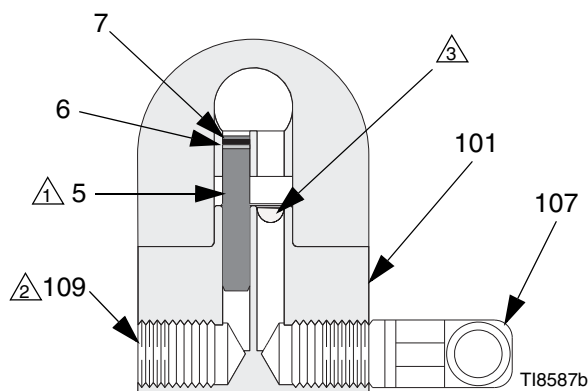

FIG. 1: Anpassning för icke återcirkulerande (i genomskärning)
1. Se FIG. 1 Stryk gängtätning 222955 på gängorna och tätningssyrtorna på fördelningsröret (101), pluggen (109) och rörvinkeln (107) som levereras omonterade.
2. Montera en rörvinkel (107) i ena vätskeanslutningen på fördelningsröret (101) och en plugg (109) i den andra anslutningen.
3. Sätt i den invändiga pluggen (5) i anslutningen på samma sida som pluggen i fördelningsröret.
4. Anslut vätskematningen till rörvinkeln på fördelningsröret (107).
5. Montera pistolen på fördelningsröret med fyra skruvar (17). Starta gängorna till alla fyra skruvarna, spänn först åt de två främre skruvarna och sedan de två bakre skruvarna till 7,3 N•m (65 in-lb)